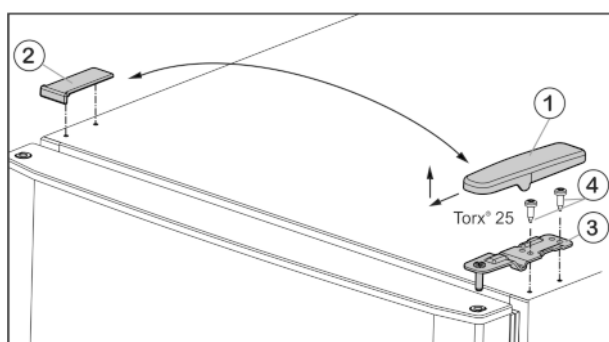
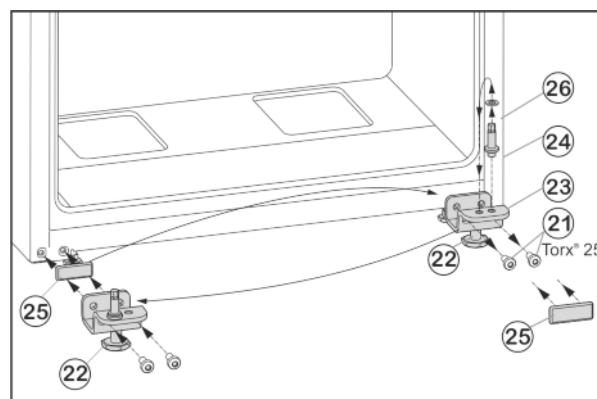

Fig. 5
Fig. 7
- ▶ Kryt Fig. 5 (1) stáhněte dopředu a nahoru.
- ▶ Kryt Fig. 5 (2) zvedněte.
- ▶ Horní stojan ložiska Fig. 5 (3) odšroubujte (2 krát Torx® 25) Fig. 5 (4) a stáhněte nahoru.
- ▶ Upevňovací šrouby Fig. 7 (21) odšroubujte.
- ▶ Vyměňte spodní stojan ložiska Fig. 7 (23) i s ložiskovým čepem Fig. 7 (24), podložkou Fig. 7 (26) a seřizovací nožkou Fig. 7 (22).
- ▶ Ložiskový čep Fig. 7 (24) kompletně odšroubujte i s podložkou Fig. 7 (26), přemístěte do protilehlého upínacího otvoru stojanu ložiska a opět přišroubujte.
- ▶ Krycí desku Fig. 7 (25) opatrně sejměte a přemístěte ji na protější stranu.
- ▶ Spodní stojan ložiska Fig. 7 (23) opět kompletně, i s ložiskovým čepem Fig. 7 (24), podložkou Fig. 7 (26) a seřizovací nožkou Fig. 7 (22), případně s pomocí akumulátorového šroubováku silou (4 Nm) našroubujte na nové straně závěsu dveří.
- ▶ Spodní dveře nasad'te shora na ložiskový čep Fig. 7 (24).
- ▶ Prostřední stojan ložiska (13) otočený o 180° nasad'te do spodních dvířek a našroubujte jej pomocí upevňovacích šroubů (11) (2 x Torx® 25) pevně na novou stranu závěsu dveří (4 Nm).
- ▶ Opět nasad'te plastovou podložku (10).
- ▶ Horní dvířka usad'te na prostředním ložiskovém čepu (13).
- ▶ Horní stojan ložiska Fig. 5 (3) vložte na nové straně závěsu do dvířek.
- ▶ Horní stojan ložiska **pevně přišroubujte (4 Nm)** (2krát Torx® 25) Fig. 5 (4). Popřípadě použijte akumulátorový šroubovák.
- ▶ Kryt Fig. 5 (1) na opačné straně zvenčí nasad'te a nechte zaklapnout.
- Kryt *Fig. 5 (2)* vždy na opačné straně shora nasadíte a nechte zaklapnout.
- Seřizovací nožku *Fig. 7 (22)* na spodním stojanu ložiska *Fig. 7 (23)* vytáčejte, až dosedne na zem.